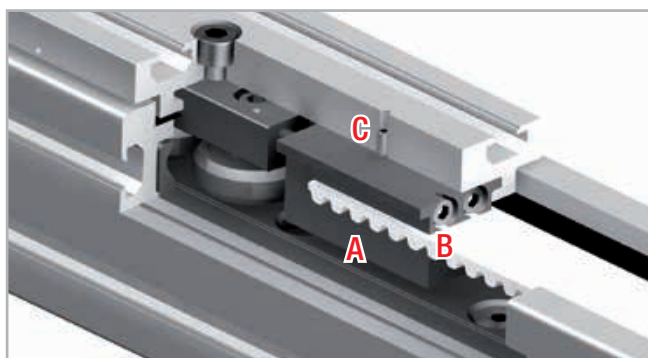

Рис. 65
1. Вывинтить предохранительные винты "С" (находящиеся на боковой поверхности крепёжной пластины каретки) из натяжителя "А" (см. Рис. 65).